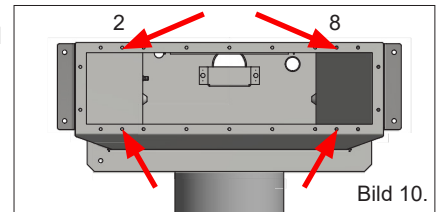

Bild 10.
6. Bringen Sie die Wandverkleidung an (Kleber, Kacheln, Mosaik usw.). Stellen Sie sicher, dass die Befestigungslöcher (gemäß Bild 10) für den Frontrahmen später angebracht werden können.